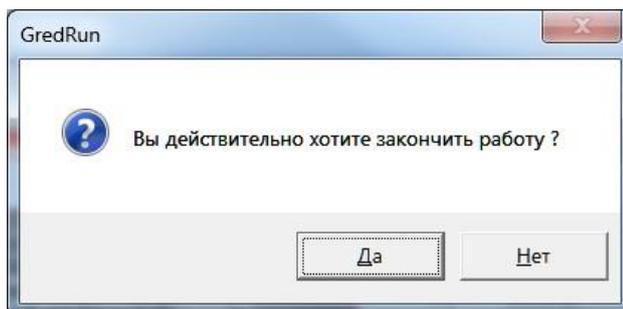

Рисунок 173 – Вид окна для подтверждения завершения работы с программой
- в результате будет открыто окно (рисунок 173), в котором следует подтвердить команду с помощью кнопки  или отменить команду с помощью кнопки ;